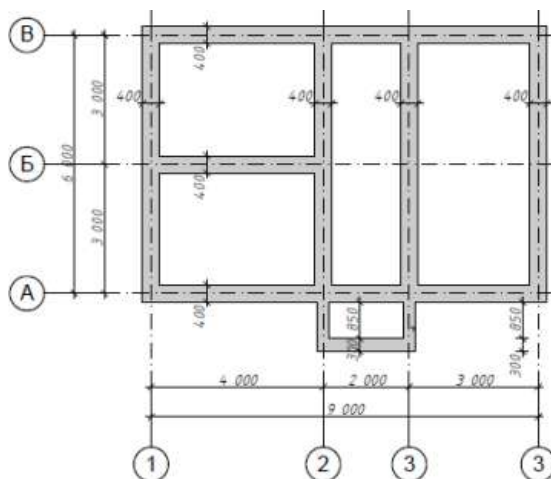
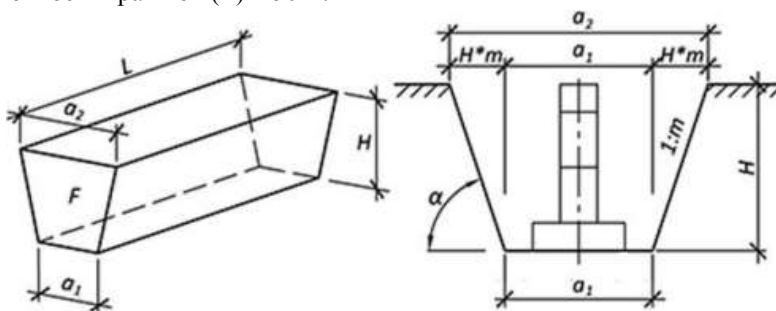

Рисунок 1 – Сведения об объекте строительства
Рисунок 2 – Схема характеристики траншеи
Сведения об объекте строительства, см. рис.1: Здание кирпичное жилое без подвала. Фундамент ленточный сборный железобетонный. Полы первого этажа устраиваются по грунту. Температура расчетной среднесуточной температуры помещения, примыкающего к наружным фундаментам, составляет 16 0 С. Строительство осуществляется в г. Нижний Новгород. Грунт – суглинок.
1. На основании нижеприведенного чертежа, см. рис.1 и характеристики траншеи, см. рис.2 определить объем водоотлива и объем разработки сухого и мокрого грунта.
2. Уровень стояния грунтовых вод в траншее находится на отметке 2,6 м от верха траншеи. Грунт суглинок. Характеристики траншеи: ширина траншеи по дну (a_1) - 1,5 м; глубина траншеи (H) - 3,5 м, протяженность траншеи (L) - 50 м.